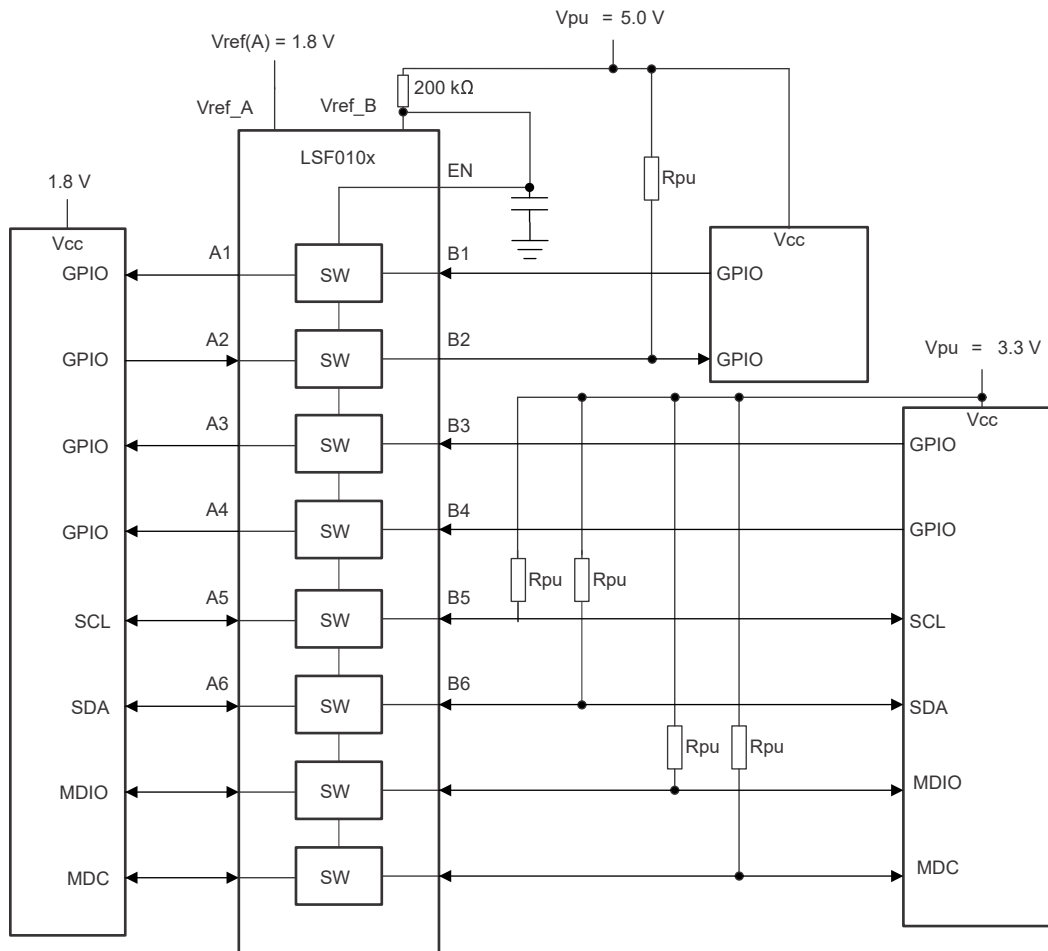

図 9-4. LSF010x-Q1 によるマルチ電圧変換
各チャネルの電源電圧 ( $V_{PU}$ ) は、プルアップ抵抗により個別に設定可能です。図 9-4 に、この混合モードのマルチ電圧変換の例を示します。マルチ電圧変換の詳細については、『LSF ファミリーを使用したマルチ電圧変換』ビデオを参照してください。
**代表的な動作 ( $V_{\text{ref\_B}} > V_{\text{ref\_A}} + 0.8\text{V}$ ):** このシナリオでは、図 9-4 のチャンネル 1 および 2 に示すように、適切な降圧変換のために A 側にプルアップ抵抗は必要ありません。デバイスの標準動作モードでは、B から A への降圧変換時に、A 側の I/O ポートが  $V_{\text{ref\_A}}$  にクランプされ、適切な電圧変換が行われます。デバイスの動作の詳細については、『LSF ファミリーを使用した降圧変換』ビデオを参照してください。